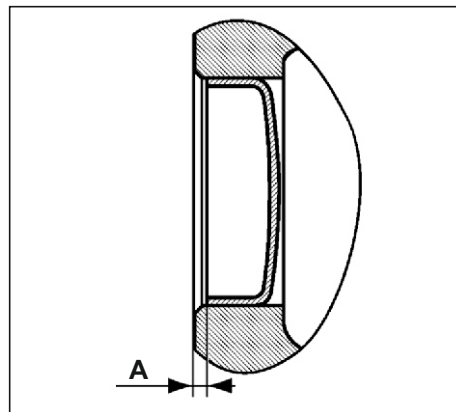

Рис. 44. Установка заглушки.
7. Проверить размер посадки заглушки ("А" =  $2 \pm 0,5$  мм) (см. **Рис. 44**).